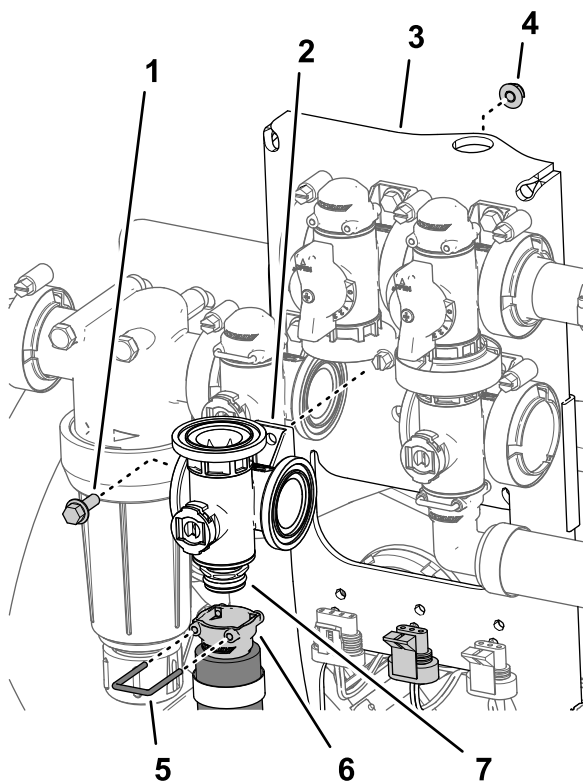

**Figura 115**
- Demontați 3 cleme cu guler și 3 garnituri care fixează colectorul pentru supapa de agitare (Figura 115) pe supapa de bypass de agitare, supapa de control al ratei și supapa braului principal.